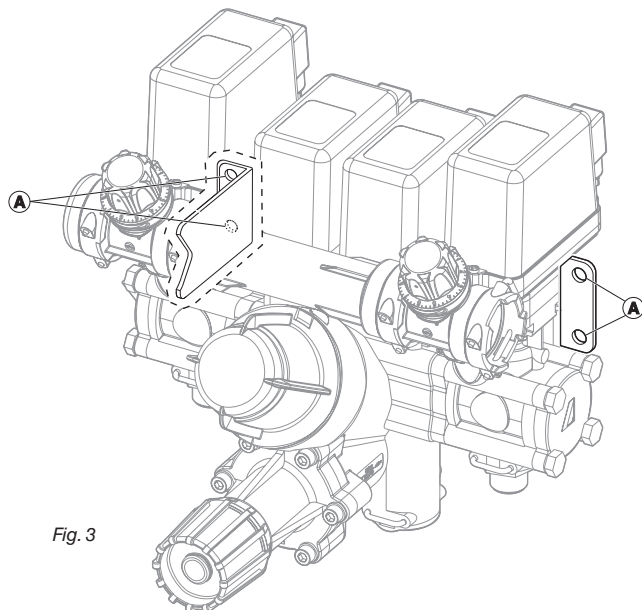

Fig. 3
Installate il gruppo di comando mediante viti M8 (non fornite) utilizzando gli appositi fori (A) situati sulle staffe mediante attacchi predisposti dal costruttore della macchina agricola che garantiscano un fissaggio adeguato, come indicato in Fig. 3.